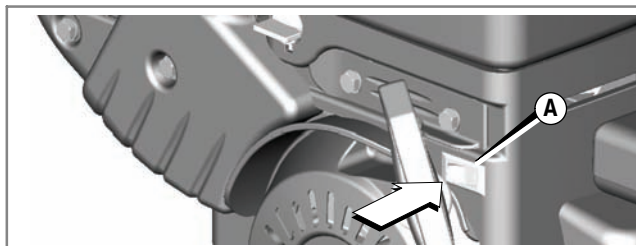

Figura 9
1. Premere l'interruttore di arresto (A), se presente, nella posizione stop (Figura 9).